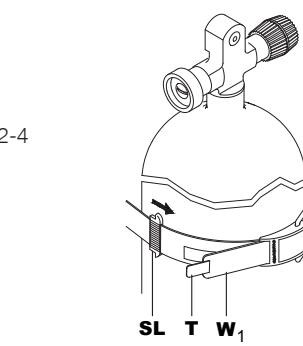
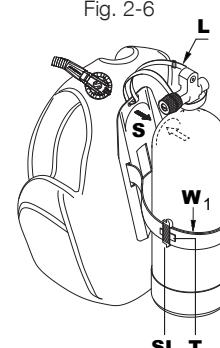

Fig. 2-5
Fig. 2-6
2. Se o BC tiver uma placa traseira rígida, coloque a cavidade (S) da placa traseira no ombro do tanque (Fig. 2-6) e, em seguida, aperte a faixa (Fig. 2-5 e 2-7) do cinto de liberação rápida (W1) em torno do tanque.
- Feche a fivela (C) (Fig. 2 – 7). Se a faixa estiver muito apertada ou muito solta, abra a faixa do gancho e do laço e a fivela para reajustar o comprimento da faixa (Fig. 2-5) do cinto de liberação rápida (W1). Para maior segurança, deslize o laço (SL) (Fig. 2-5) em torno da extremidade da faixa (T). Nos BCs com uma placa traseira rígida, com o tanque montado no BC, pode levantar toda a unidade ao usar a alça integrada na placa traseira. Agite a unidade para garantir que o tanque esteja devidamente apertado.